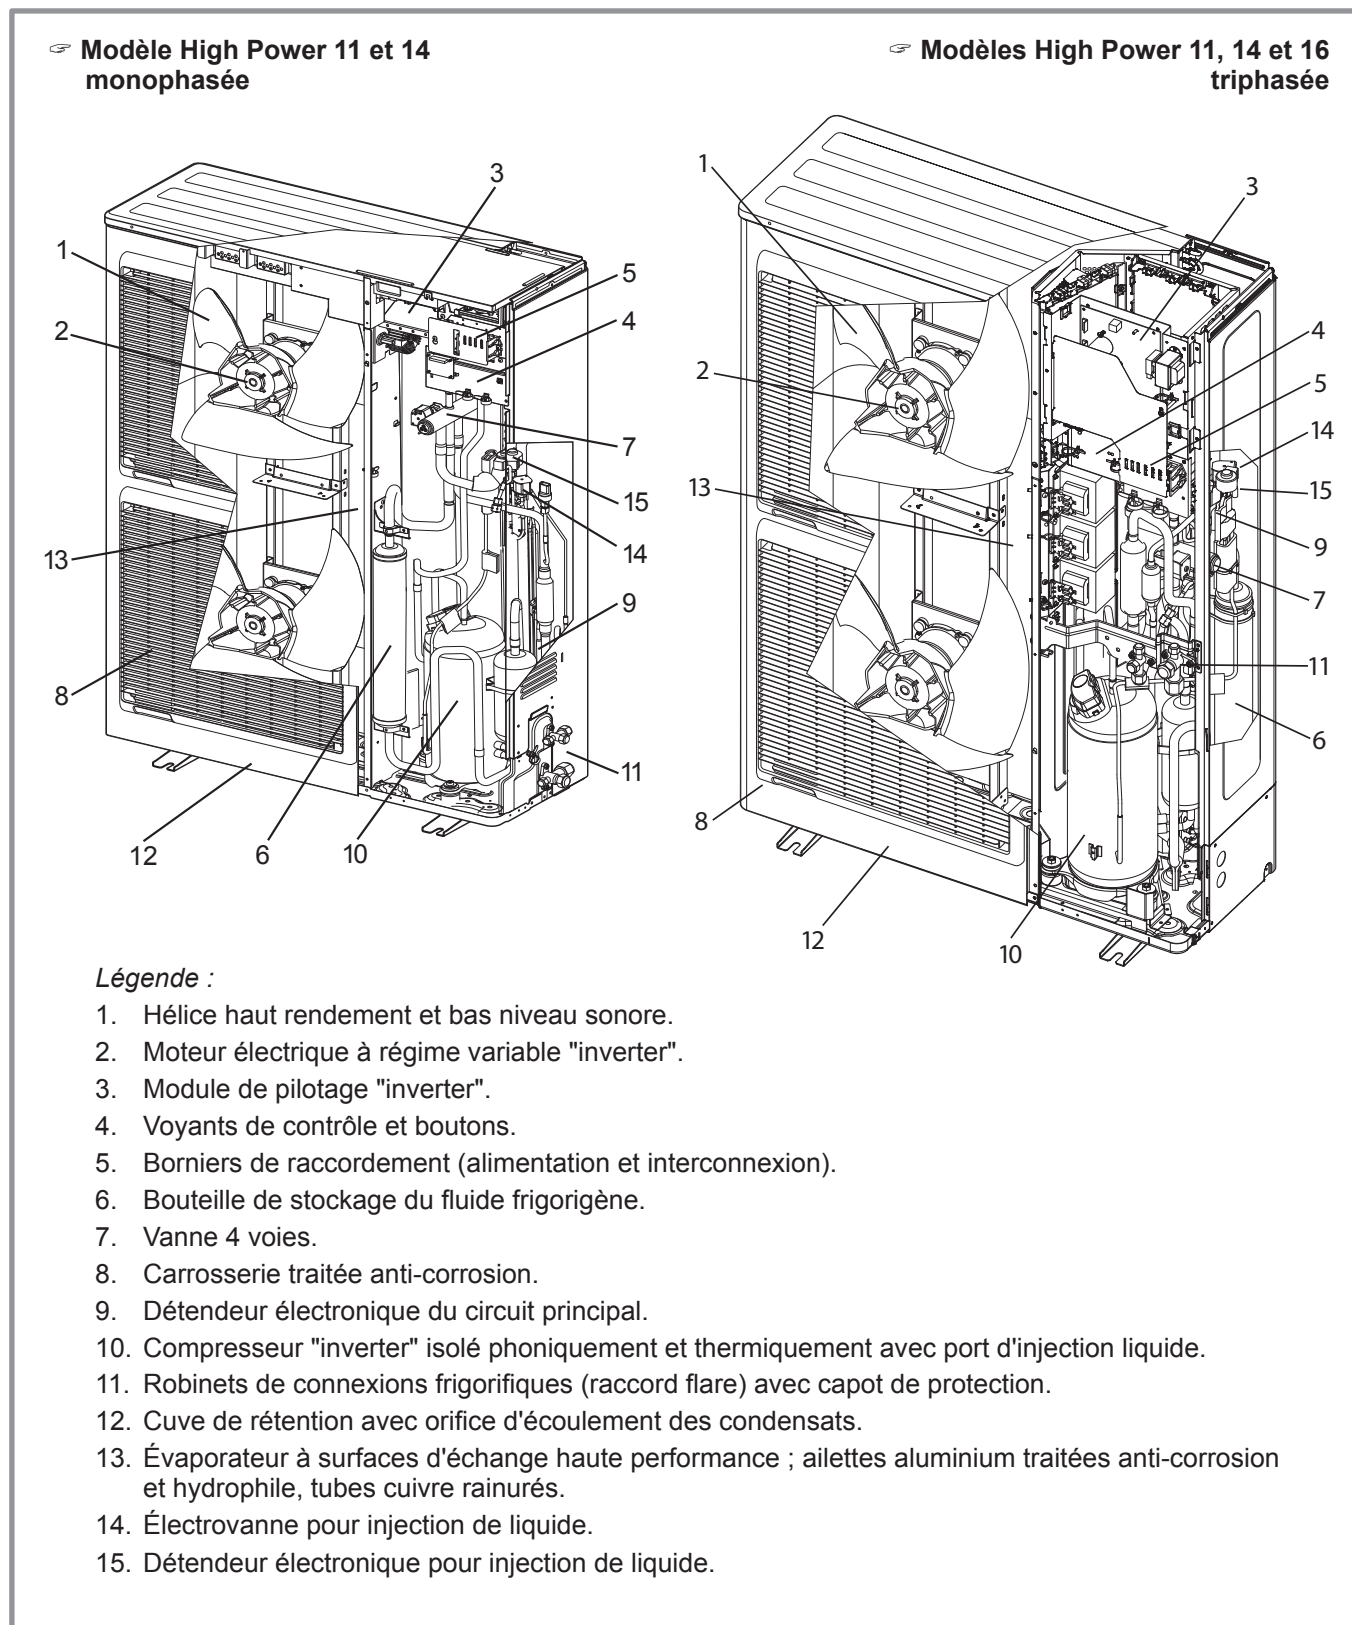

figure 7 - Organes de l'unité extérieure
- Dans l'évaporateur (repère **13**, figure 7, page 9) : Les calories sont prélevées sur l'air extérieur et transmises au fluide frigorigène. Son point d'ébullition étant faible, il passe de l'état liquide à l'état de vapeur, même par temps froid (jusqu'à -25 °C extérieur).
- Dans le compresseur (repère **10**, figure 7, page 9) : Le fluide frigorigène vaporisé est porté à haute pression et se charge davantage en calories.
- Dans le détendeur (repère **9**, figure 7, page 9) : Le fluide frigorigène liquéfié est ramené à basse pression et retrouve sa température et sa pression initiale.